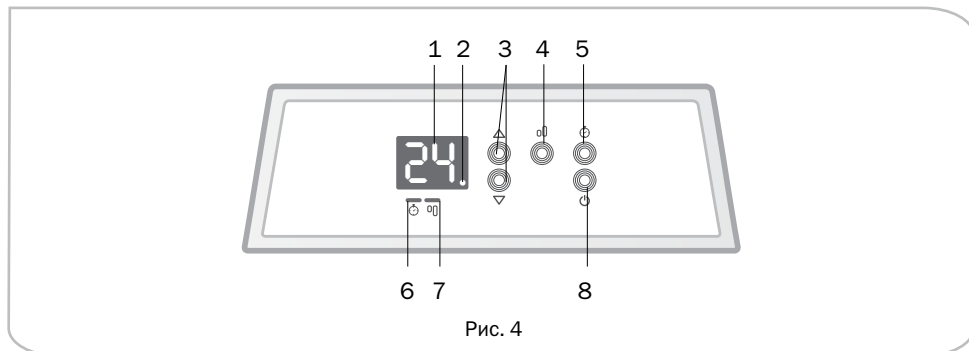

Рис. 4
4. Нажмите кнопку питания 8 (рис.4) для включения прибора, на дисплее загорятся цифры. Установите желаемый режим работы.
Данный режим работы позволяет задавать желаемую Вами рабочую температуру. Этот режим включается автоматически, если после включения конвектора не был задан другой. С помощью кнопок управления 3 (рис.4) изменяйте желаемый диапазон температур, ступенчато увеличивая или уменьшая его на 1°C. Максимально допустимая температура, которую можно установить, 35°C, минимально допустимая 5°C. При удержании одной из кнопок температура будет увеличиваться или уменьшаться на 1°C каждые 0,5 секунд. Последняя заданная температурная установка принимается за активную. Через 5 секунд после установки желаемой температуры система возобновит свою работу и на дисплее отобразится текущая температура в помещении.
Для установки таймера нажмите и удерживайте кнопку 5 (рис. 4). После мигания индикатора таймера на дисплее отобразится заданное время. С помощью кнопок 3 (рис. 4) изменяйте желаемое к установке время, увеличивая или уменьшая время на 1 час. При включенном индикаторе система начинает отсчитывать время в соответствии с предыдущей установкой, если новое значение не будет установлено в течение 5 секунд. Каждый раз при нажатии кнопок 3 система начинает новый отсчет времени или возвращается к исходным параметрам по окончании работы таймера, после чего выключается и прекращает работу. Для отмены работы таймера необходимо повторно нажать кнопку 5 (рис. 4).
Конвекторы серии Комфорт Е3.0 полностью безопасны для детей, поскольку позволяют использовать функцию «Родительского контроля». Для блокировки панели управления нажмите и удерживайте в течение 3 секунд обе кнопки 3 (рис. 4).
Для снятия блокировки с системы повторно нажмите и удерживайте обе кнопки 3 (рис.4).
Для выбора режима мощности нажмите и удерживайте кнопку 4 (рис. 4). При установке режима полной мощности загорится индикатор 4.